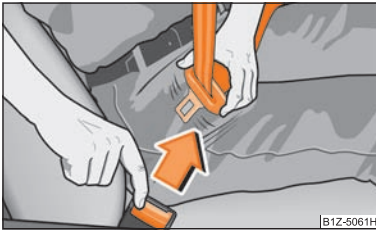

Abb. 134 Lösen der Schlosszunge vom Gurtschloss
- Drücken Sie die rote Taste im Gurtschloss ⇒ **Abb. 134**. Die Schlosszunge springt durch Federdruck heraus.